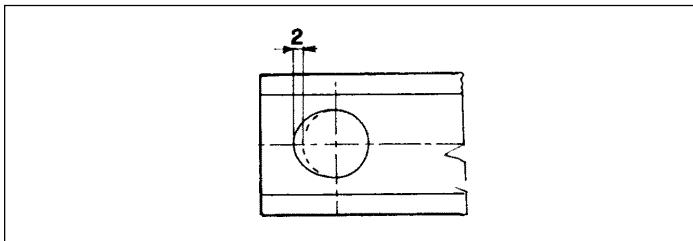

Fig. 20
- **le trou est ovalisé** : si l'ovalisation dépasse de 2 mm / 0,078 inch. les dimensions du trou d'origine (fig. 20).